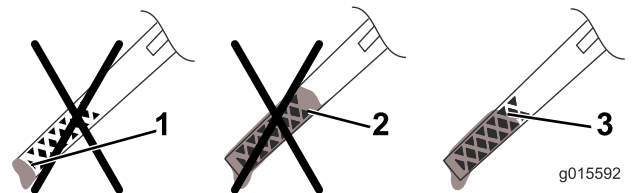

Рисунок 6
**Примечание:** Заливайте масло в картер двигателя до тех пор, пока масломерный щуп не покажет, что достигнут нужный уровень масла в двигателе, как показано на Рисунок 6. В случае перелива слейте некоторое количество масла из двигателя, как описано в Замена масла в двигателе (страница 13).